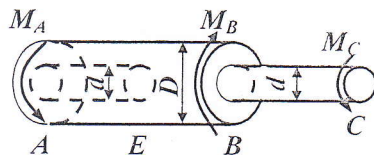

图 2
2、如图2所示阶梯形圆杆， $AE$ 段为空心，外径 $D=140\text{ mm}$ ，内径 $d=100\text{ mm}$ ， $BC$ 段为实心，直径 $d=100\text{ mm}$ 。外力偶矩 $M_A=18\text{ kN}\cdot\text{m}$ ， $M_B=32\text{ kN}\cdot\text{m}$ ， $M_C=14\text{ kN}\cdot\text{m}$ 。已知： $[\tau]=80\text{ MPa}$ ， $[\varphi]=1.2\text{ }^\circ/\text{m}$ ， $G=80\text{ GPa}$ 。试校核该轴的强度和刚度。(15分)